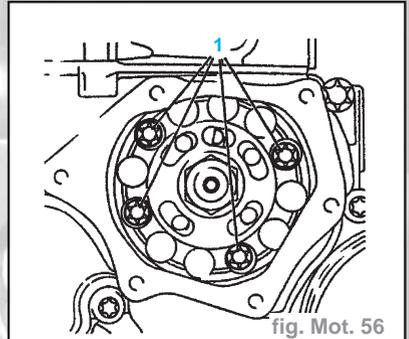

fig. Mot. 56
- Démontez les vis de fixation (1) avec **MKM-604-30** de la pompe d'injection (fig. Mot. 56).